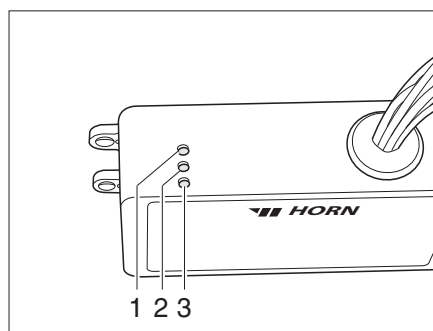

Fig. 189 Aparato regulador
El aparato regulador (Fig. 189) está montado en el armario ropero. Las luces de control del aparato regulador tienen el siguiente significado:
- La luz de control (Fig. 189,2) se enciende verde: Regulación en funcionamiento.
- La luz de control (Fig. 189,1) se enciende roja: Se está calentando el depósito de aguas residuales.
- La luz de control (Fig. 189,3) se enciende roja: Las tuberías de aguas residuales se calientan.